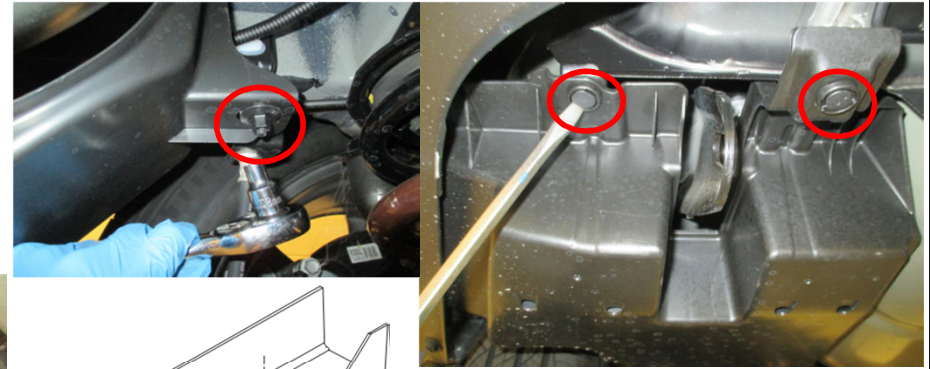

Figure 2
1. Enlèvement du panneau décoratif inférieur en plastique côté conducteur - Utiliser un tournevis à lame plate et une douille 10 mm pour enlever deux (2) rivets en plastique et un (1) écrou à embase du panneau, voir Figure 2. Remettre les pièces au propriétaire.